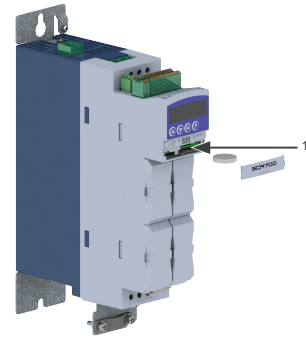

Figura 9.4: Localización de la batería tipo CR2032
- Retirar la tapa del Slot 0, según la Figura 9.4.